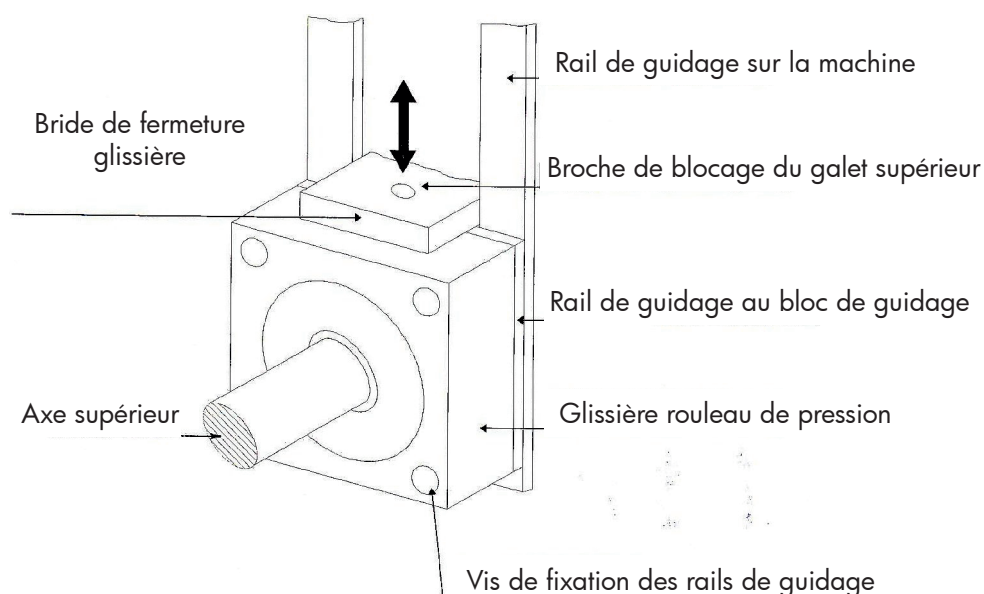

Fig. 14 : Montage des galets
- Utilisez un tournevis pour pousser la broche (Fig. 14, flèche) et l'engager dans l'axe.